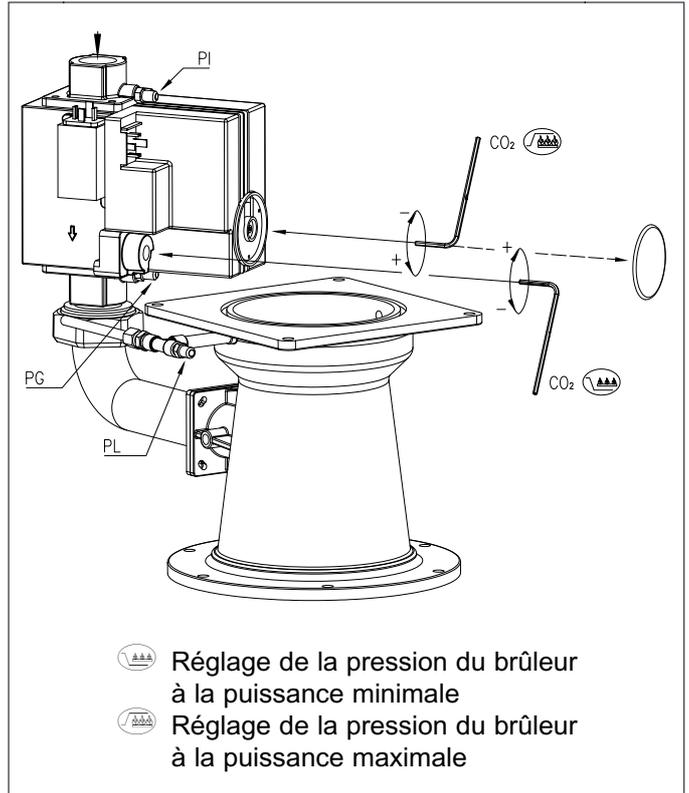
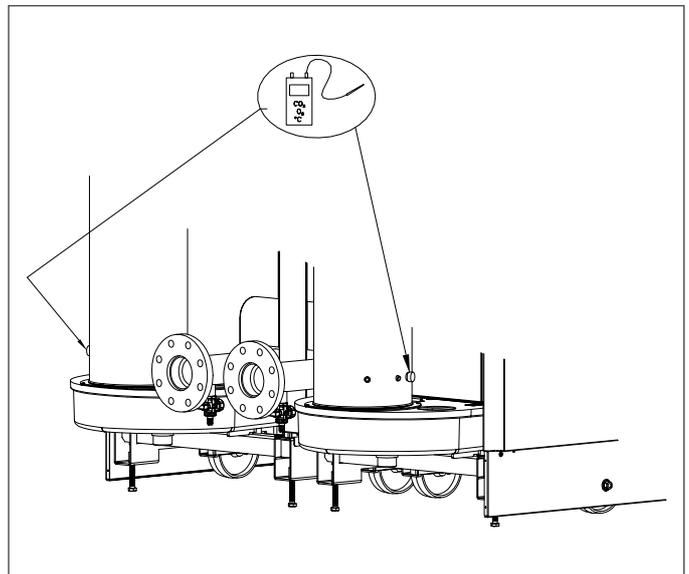

fig. 19 Points de réglage du multibloc gaz
fig. 20 Point de mesure des gaz de fumée
11. Vérifiez la pression d'admission du gaz PI (voir fig. 19).
- 17.a Vérifiez le réglage du rapport gaz/ air et, au besoin, corrigez-le. Le contrôle s'effectue à grande et à petite allure, tandis que le réglage n'a lieu que sur le multibloc gaz. Pour le contrôle et le réglage, vous devez disposer d'un compteur CO₂ électronique (sur la base de O₂) et d'un manomètre gaz. Veillez à bien fermer l'ouverture (voir fig. 20) autour de la sonde pendant la mesure. Branchez le manomètre gaz entre le point de mesure PG sous le multibloc gaz et le point de mesure PL sur le venturi (voir fig. 19).
- 17.d Mesurez ensuite le pourcentage de CO₂ et comparez-le à la valeur du *tableau 08*. Si les valeurs dépassent les limites indiquées, corrigez-les suivant la fig. 19.
- 17.g Mesurez ensuite le pourcentage de CO₂ et comparez-le à la valeur du *tableau 08*. Si les valeurs dépassent les limites indiquées, corrigez-les suivant la fig. 19.